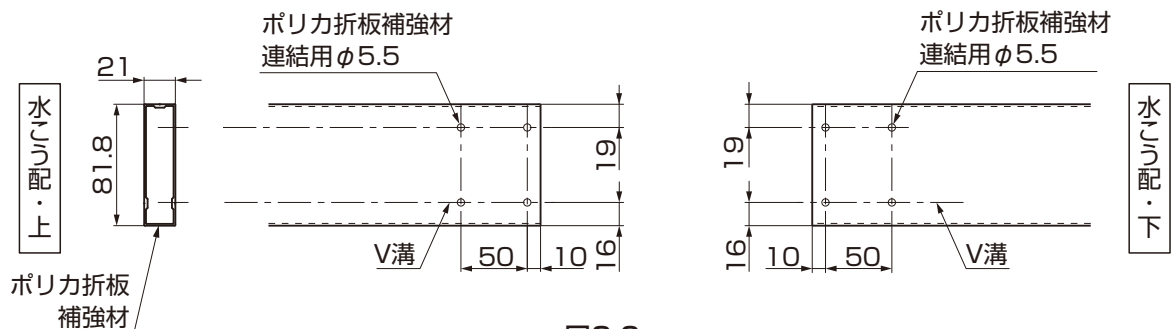

図3-6
- ①ポリカ折板補強材の連結部にポリカ折板補強材連結用の穴加工をしてください。(図3-6参照)